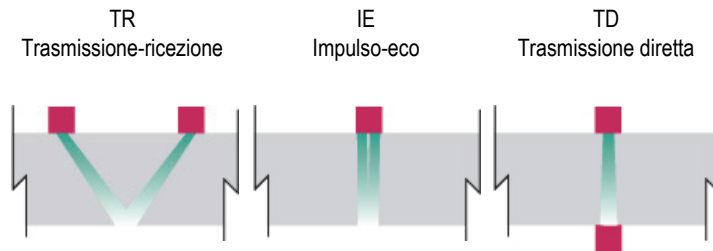

Figura 6-1 Opzioni delle modalità trasmissione e ricezione
2. Nell'elenco **Config. UT > Pulsatore > Modalità Tx/Rx**, selezionare la desiderata modalità di trasmissione-ricezione, illustrata nella Figura 6-1 a pagina 174.